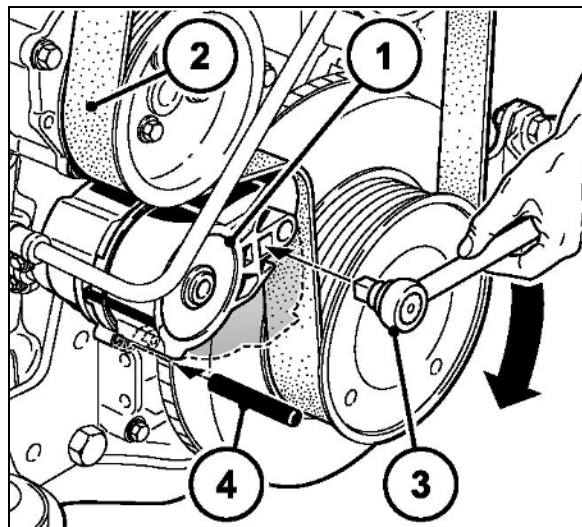

Fig. 150
1. Appuyer sur le galet de tension (Fig. 150/1) à l'aide d'une clé à tube (Fig. 150/3) dans le sens de la flèche jusqu'à pouvoir fixer une goupille de retenue de Ø6mm (Fig. 150/4) dans l'alésage de montage.
La courroie trapézoïdale crantée (Fig. 150/2) est maintenant sans tension.
2. Retirer d'abord la courroie trapézoïdale crantée (Fig. 150/2) du plus petit rouleau du galet de tension.
4. Placer la courroie trapézoïdale crantée neuve (Fig. 150/2).
6. Retendre la courroie trapézoïdale crantée à l'aide du galet de tension et de la clé à tube (Fig. 150/3). S'assurer que la courroie trapézoïdale crantée est correctement positionnée dans son guidage.